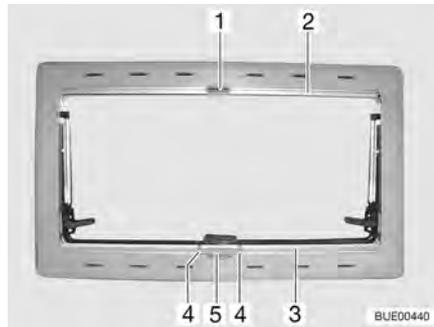

Fig. 67 Fenêtre projetante
- Appuyer sur la poignée (Fig. 67,4) et tirer de bas en haut le store occultant (Fig. 67,3) jusqu'à la hauteur souhaitée.
- Appuyer sur la poignée (Fig. 67,4). Le dispositif de blocage sera alors débloqué.
- Laisser revenir lentement le store occultant (Fig. 67,3) sur la position initiale.
- Tirer la moustiquaire (Fig. 67,2) vers le bas jusqu'à ce qu'elle touche le store occultant (Fig. 67,3) et que le verrou (Fig. 67,1) s'enclenche dans le dispositif de verrouillage (Fig. 67,5).
- Débloquer le verrou (Fig. 67,1).